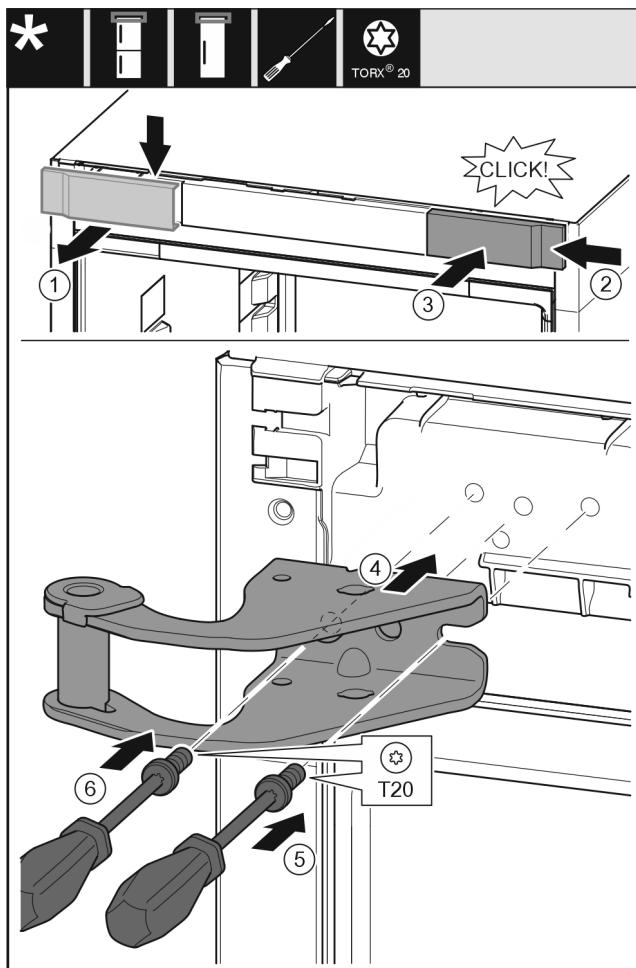

Fig. 12
- ▶ Свалете капака от горе напред. Fig. 12 (1)
- ▶ Закачете капака, завъртън на 180°, от другата страна отляво. Fig. 12 (2)
- ▶ Фиксирайте капака. Fig. 12 (3)
- ▶ Поставете горната лагерна стойка. Fig. 12 (4)
- ▶ С отвертка T20 поставете винта и го затегнете. Fig. 12 (5)
- ▶ С отвертка T20 вкарайте винта и го затегнете. Fig. 12 (6)